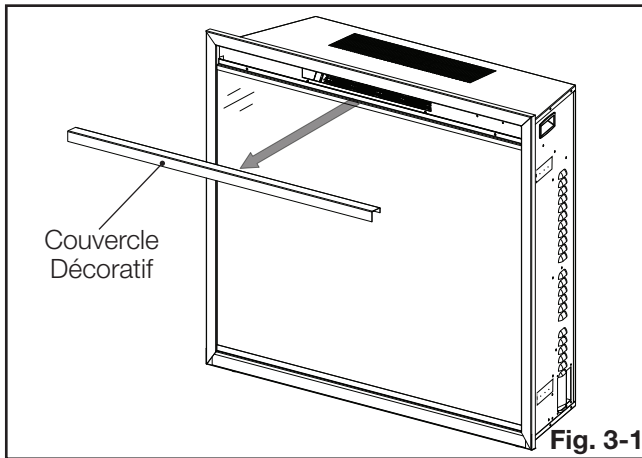

Fig. 3-1
1. Retirez le couvercle décoratif en avant qui est tient en place avec 2 aimants (Fig. 3-1).